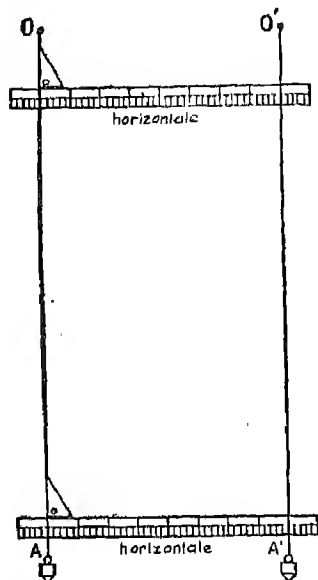

Fig. 6. — Deux fils à plomb en équilibre sont partout, en haut, en bas... à égale distance l'un de l'autre : ils sont parallèles.
b) Ils sont également écartés : en haut, en bas, au milieu... (fig. 6).